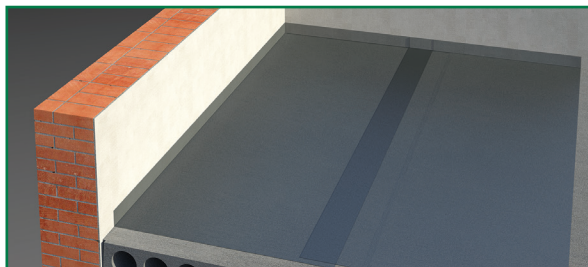

Рис. 1. Укладка полиэтиленовой пленки
- 05** На очищенную поверхность расстелить полиэтиленовую пленку толщиной 0,2 мм или аналог. Края полотнищ завести вертикально на стены выше уровня предполагаемого пола. Перехлест полотнищ должен быть не менее 200 мм. Места стыков проклеить специализированным скотчем (рис. 1).